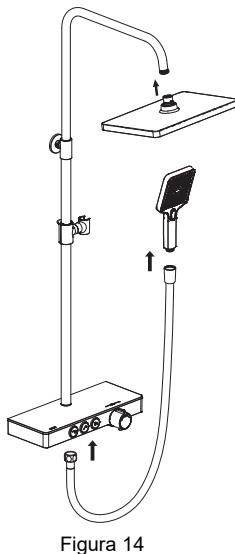

Figura 14
- b) Conecte la ducha de techo al tubo del brazo (Figura 14).